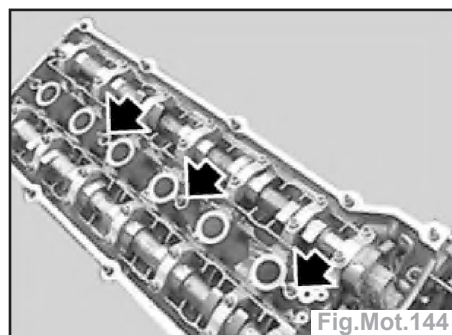

Fig.Mot.144
- Dévisser les goujons prisonniers (Fig. Mot.144).